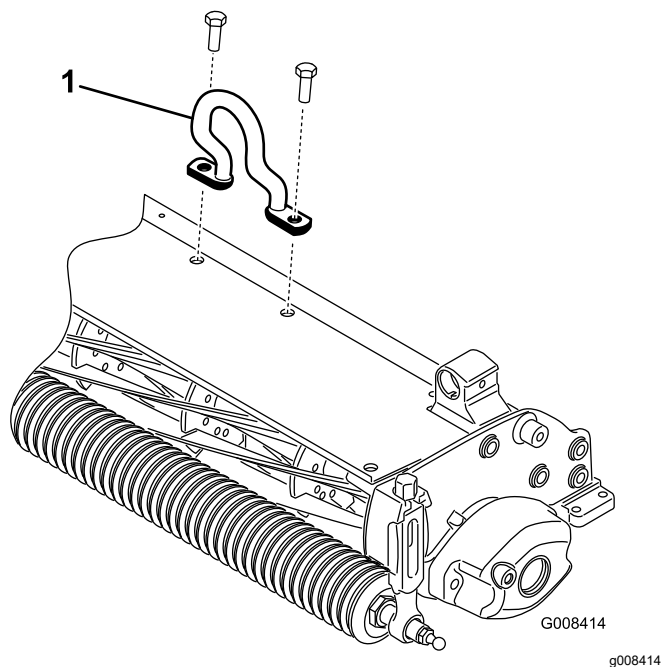

Figure 6
- Fixez l'anneau excentré (Figure 6) au sommet de l'unité de défeutrage à l'aide de 2 vis.